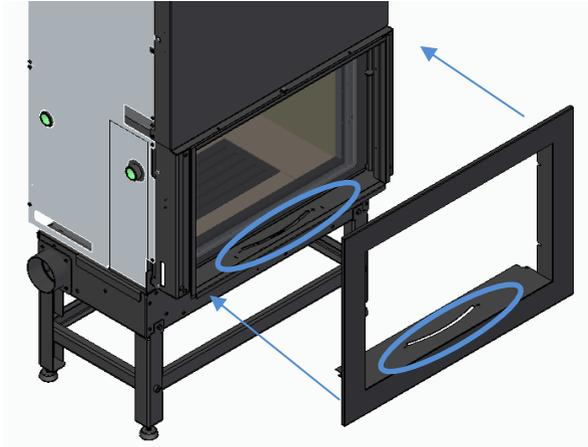

Figure 36
- b) Placez la jante sur l'équipement comme illustré à la Figure 36. Dans le cas des modèles Trevi Eco 700, 850 et 1100, assurez-vous que les canaux coïncident sur la partie inférieure inférieure pour pouvoir régler l'admission d'air sans difficulté.